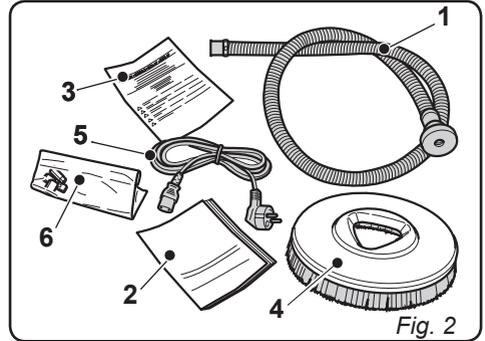

Fig. 2
- Retirer le sachet (1) contenant les accessoires.
- Couper la bandelette (2).
- Retirer les blocs (3) et (4) en bois.
- Soulever la brosse (5) en appuyant sur la pédale (6) (voir paragraphe en question).
- Soulever la bavette (7) en soulevant la poignée (8) (voir paragraphe en question).
2.1.a - Équipement de la machine (Fig. 2)